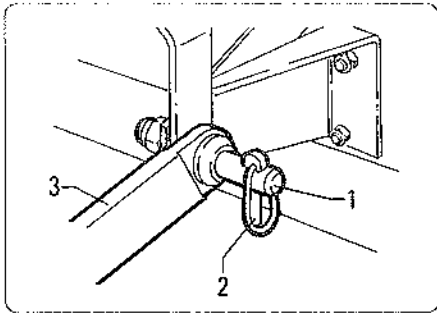

fig. 4.1.1
- *Den Schlepper im Rückwärtsgang an den Schlegelhäcksler annähern. Dabei die unteren Lenker des Schleppers auf die beiden seitlichen Kupplungspunkte "1" Abb. 4.1.1. ausrichten.*
- Fissarli inserendo le relative copiglie di sicurezza "2" fig. 4.1.1.